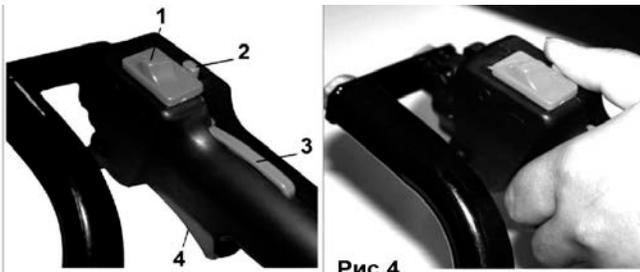

Рис.4
Чтобы включить машину нажмите стопор курка газа и курок газа одновременно (3,4,Рис.4) и зафиксируйте стопорной кнопкой (2, Рис.4).
Чтобы выключить машину нажмите кнопку остановки (1, Рис.4), чтобы она оказалась в положении «Stop».
1. Переведите выключатель (1, Рис.4) в положение «Start».
2. Нажмите стопор курка газа и курок газа одновременно (3,4, Рис.4) и зафиксируйте стопорной кнопкой (2, Рис.4)
- После запуска двигателя нажмите курок газа (4, Рис.4), чтобы отпустить кнопку 2 (Рис.4) и дать двигателю поработать на холостом ходу.
Выключайте двигатель, установив выключатель (1, Рис.4) в положение «Stop».